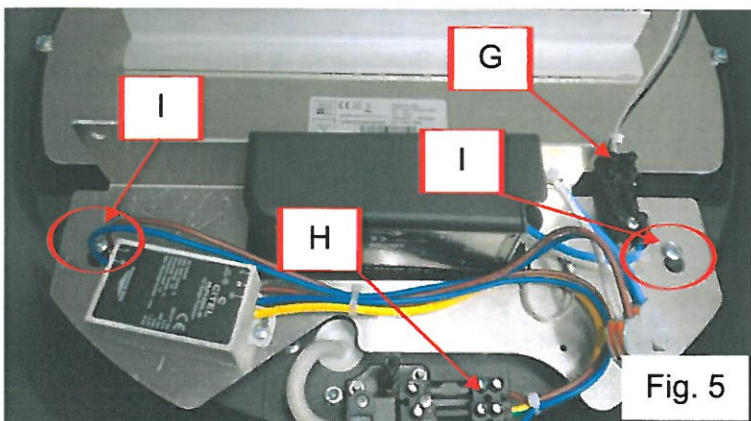

Fig. 5
In caso di necessità, è possibile estrarre la piastra cablaggio scollegando prima il connettore di alimentazione (H – Fig. 5), poi il connettore LED (G – Fig. 5) e infine allentando le 2 viti (I – Fig. 5) che bloccano la piastra al telaio. Una volta effettuate le dovute operazioni, è sufficiente riporre la piastra cablaggio nella sua posizione originaria, fissarla avvitando le 2 viti (I) e ricollegare prima il connettore LED (G) e poi il connettore di alimentazione (H).